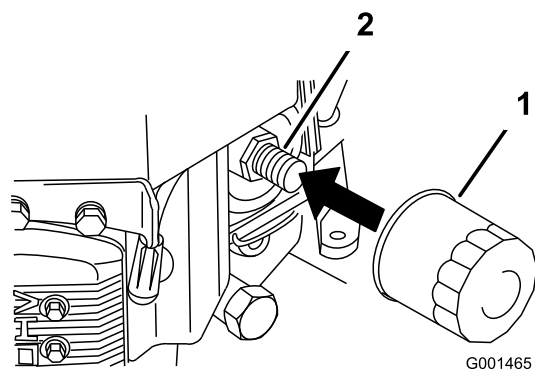

Figure 38
2. Retirez le filtre usagé (Figure 38).
3. Appliquez une fine couche d'huile neuve sur le joint en caoutchouc du filtre de rechange (Figure 38).
4. Posez le filtre à huile de rechange sur l'adaptateur, tournez le filtre dans le sens horaire jusqu'à ce que le joint en caoutchouc touche l'adaptateur, puis serrez le filtre de 3/4 de tour supplémentaire (Figure 38).